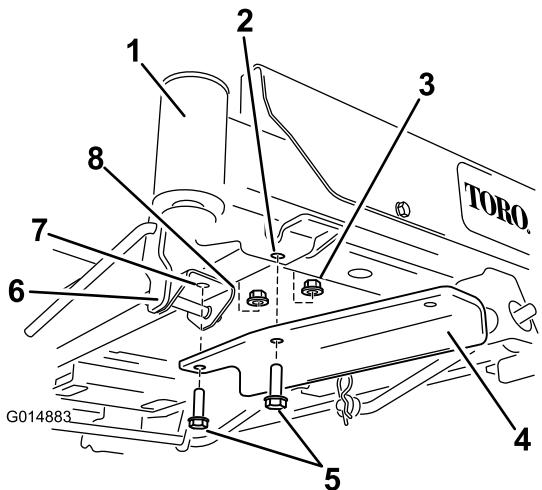

Figure 7
- Pour les machines avec pédale d'aide au levage, retirez les fixations avant du support de pédale et fixez le support à l'aide de 2 boulons et 2 contre-écrous (Figure 7).